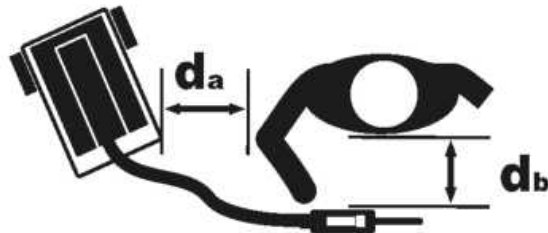

Рис. 7
- Держать голову и туловище как можно дальше от сварочного контура. Не работать рядом со сварочным агрегатом, сидя на нем или опираясь на него. Минимальное расстояние (Рис.7): $D_a = 50$ см; $D_b = 20$ см.